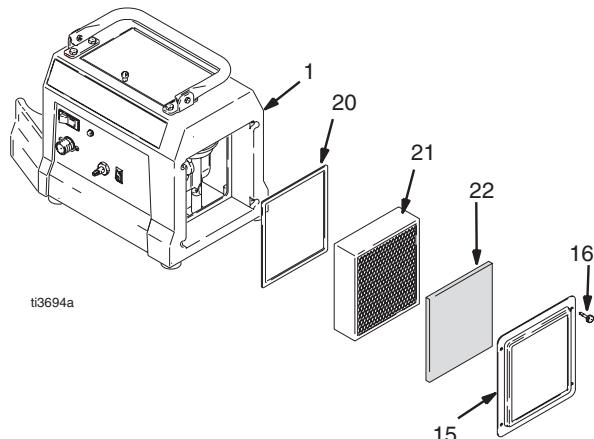

Рис. 6
- Открутите четыре винта с накатанной головкой (16), снимите держатель фильтра (15) и извлеките фильтр предварительной очистки (22). Рис. 6.
- Извлеките основной фильтр (21) и очистите с использованием одного из следующих способов: